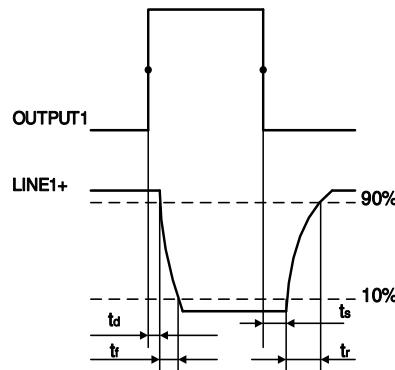

图 7-10 光耦隔离输出电路参数
- 上升沿延时=tr+td: <50μs (0°C~45°C), 参数说明见图 7-10
- 下降沿延时=ts+tf: <50μs (0°C~45°C), 参数说明见图 7-10